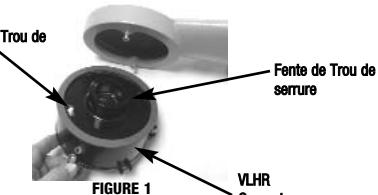

FIGURE 1
Tirez les fils à travers l'ouverture centrale du couvercle adaptateur VLHR. Glissez les encoches en trou de serrure du couvercle adaptateur VLHR sur les deux (2) vis du module de montage (voir Figure 1). Tournez le couvercle VLHR et serrez légèrement chacune des vis. Serrez chaque vis à 2,3 Nm.